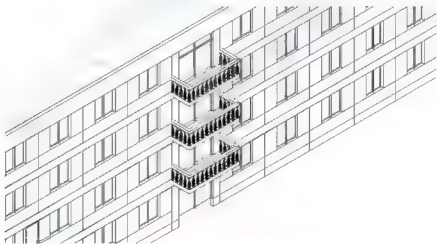

图 6.57 阵列生成 3 层和 4 层的阳台
(4) 单击【确定】按钮关闭对话框，组成阳台的所有图元均被选中。
(5) 启动【阵列】命令，阵列参数设定为 1 行、1 列、3 层、层偏移距离 3300mm，结果如图 6.57 所示。